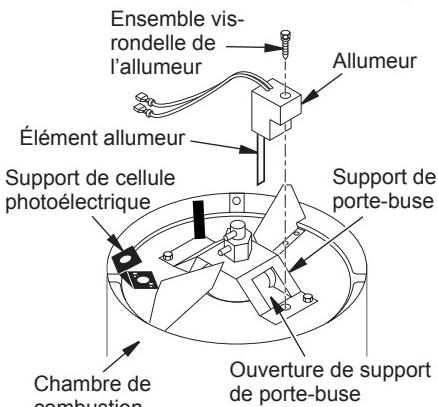

Figure 18 - Remplacement de l'allumeur
6. Retirez la chambre de combustion. Posez la chambre de combustion sur l'extrémité avec le support du porte-buse en haut (voir Figure 18).
- Avec précaution, guidez l'allumeur dans l'ouverture dans le support du porte-buse. Évitez de heurter l'élément allumeur. Fixez l'allumeur au support du porte-buse avec une vis à l'aide d'une clé à douille de 1/4 po (voir Figure 18). Serrez de 0,90 N.m à 1,69 N.m (8 lb-po à 15 lb-po). Ne serrez pas trop fort.